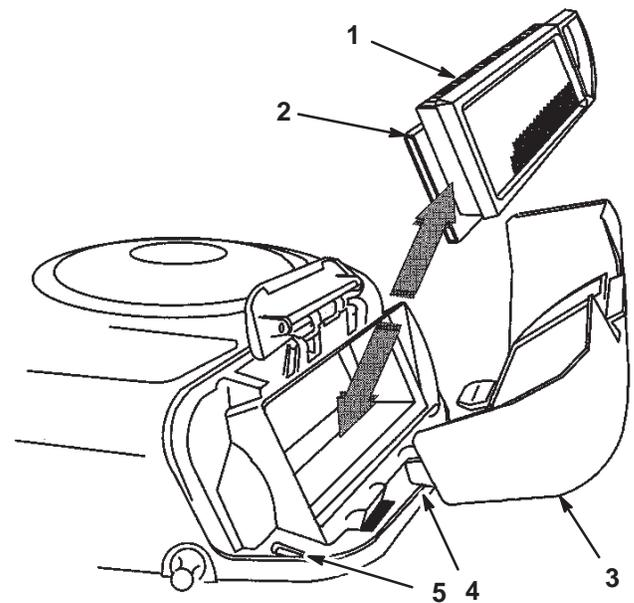

Figure 25
4. Sortez avec précaution les éléments en papier et en mousse du carter de soufflante (Fig. 25).
2. Placez les languettes du couvercle du filtre à air en face des fentes du carter de soufflante (Fig. 25). Accrochez la poignée sur le couvercle et appuyez dessus pour verrouiller le couvercle en place.